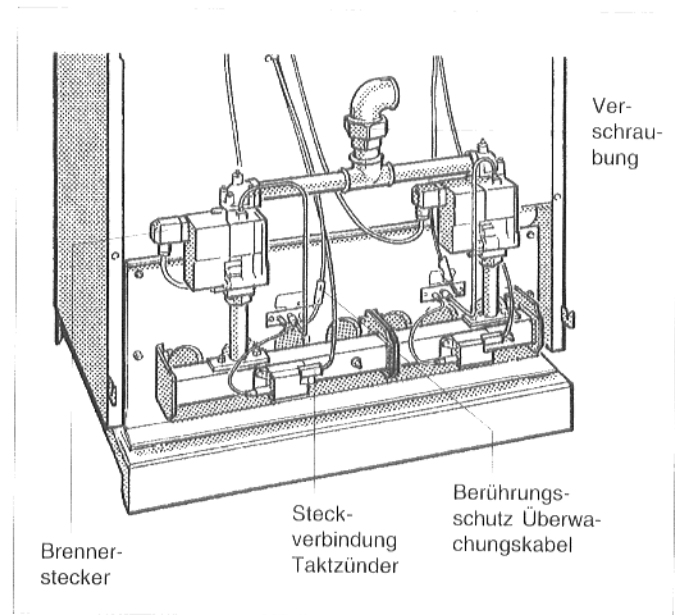

Abb. 40: Gasbrenner mit Armatur "BM" 762-012
- Gasbrenner an der Verschraubung von der Zuleitung trennen (Abb. 40).
- Schrauben an den Brennersteckern lösen und Brennerstecker von den Armaturen abziehen (Abb. 40).
- Steckverbindungen an den Taktzündern lösen (Abb. 40).
- Berührungsschutz an den Überwachungskabeln (Abb. 40) entfernen und Steckverbindungen lösen.